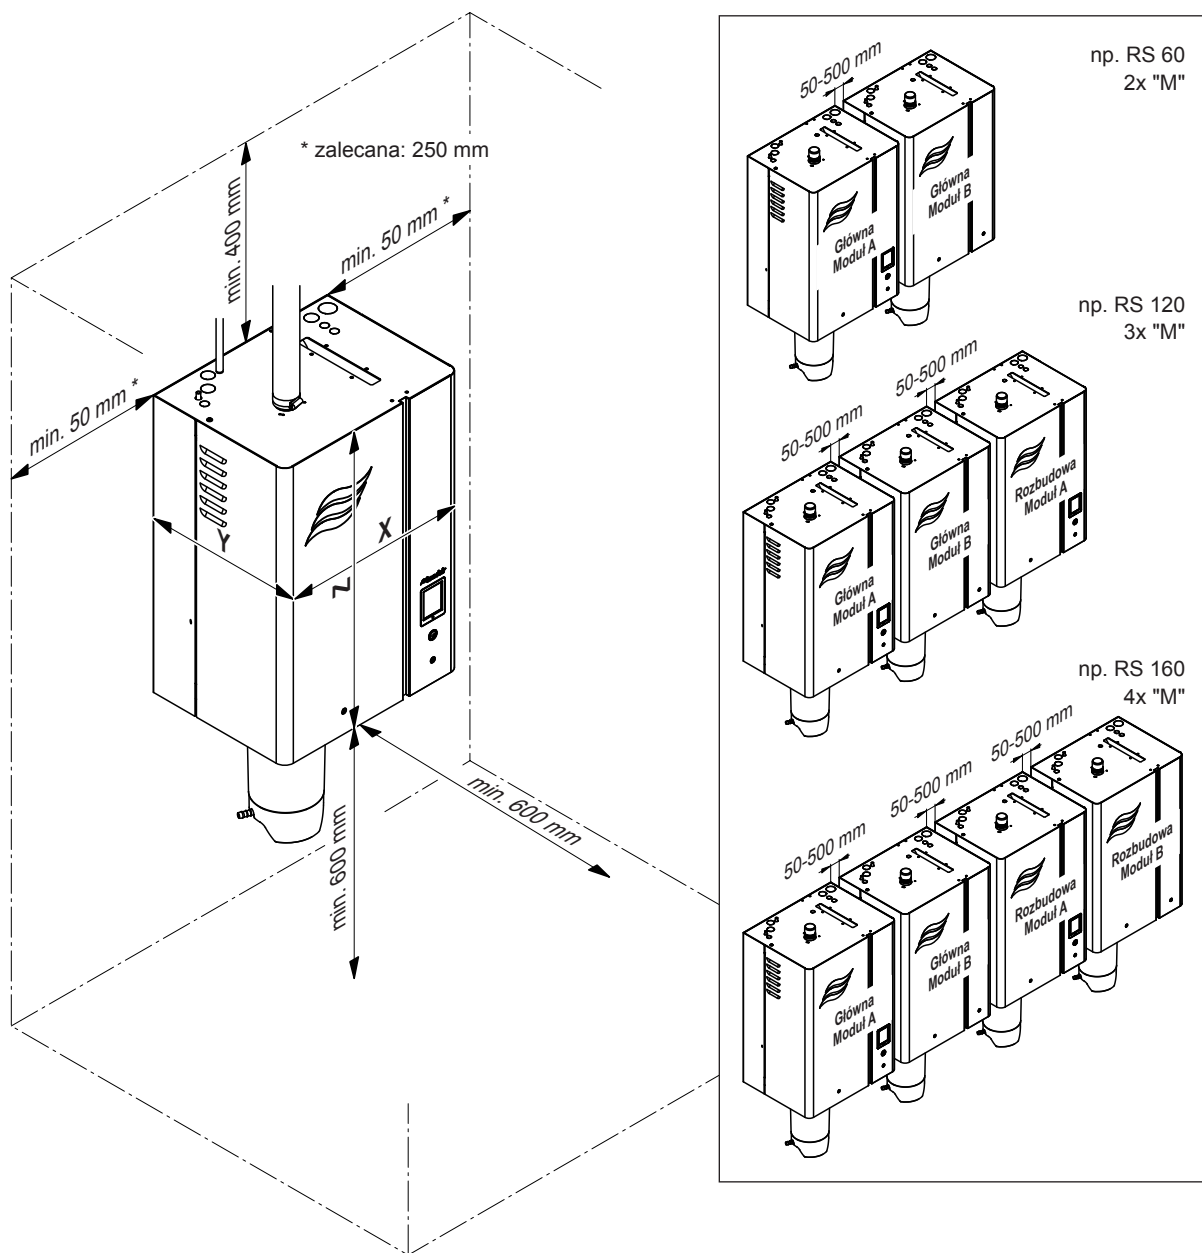

Fig. 9: Odległości, które trzeba zachować
- Zamontować Condair RS w taki sposób, aby zapewnić **nieskrępowany dostęp** do urządzenia i wystarczającą ilość miejsca na czynności serwisowe. Przestrzegać należy minimalnych odległości podanych na Fig. 9.
- Aby wykorzystać kable dostarczone z jednostkami podwójnymi i systemami łączonymi Linkup jednostki należy zamontować na tej samej wysokości, z odległością pomiędzy nimi wynoszącą min. 50 mm do maks. 500 mm Fig. 9.